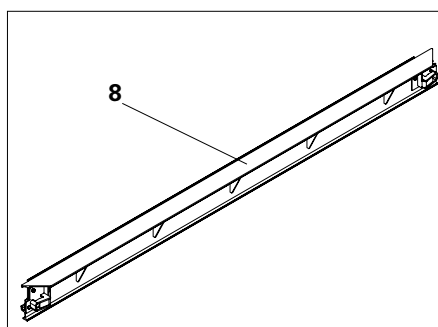

Fig. A3.08
Le superfici di tamponamento possono essere chiuse con trave di compensazione ADF (8) e pannello multistrato tagliato a misura. (Fig. A3.08)